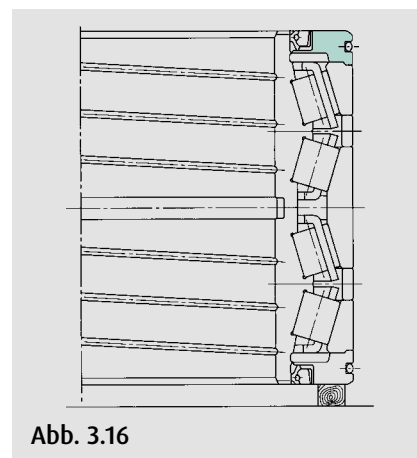

Abb. 3.16
19. Alle Flächen des Dichtungsträgers leicht einfetten (Stirnflächen fettfrei lassen), auf Dichtlippe und O-Ring dick Fett auftragen. Die Lastzonenmarkierungen in Übereinstimmung bringen und Dichtungsträger gemäß Abb. 3.16 aufsetzen.